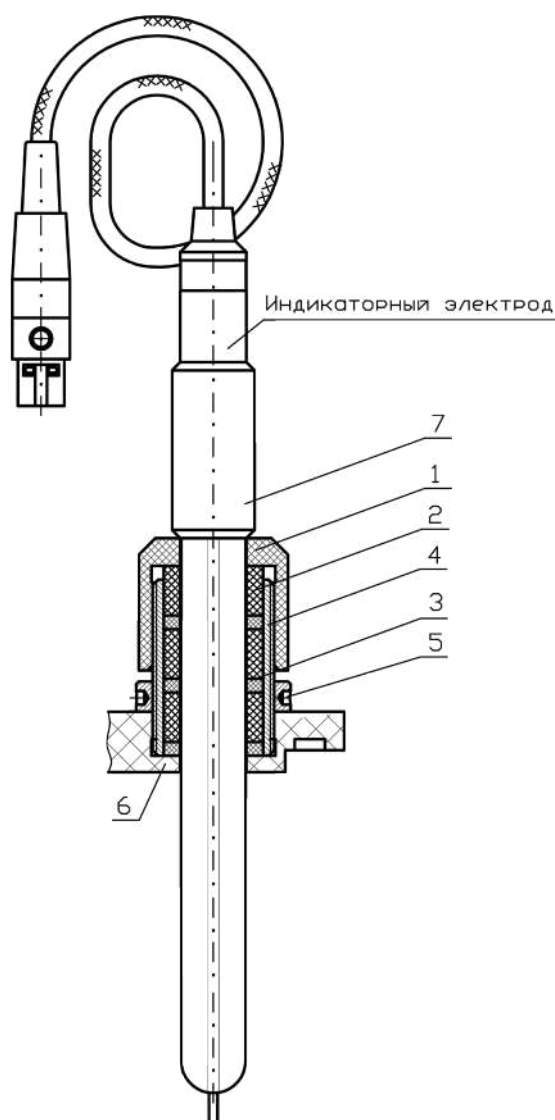

Рисунок 25
- ослабить зажим индикаторного электрода, для чего отвернуть колпачок поз. 1 на 2-3 оборота против часовой стрелки (Рисунок 25);